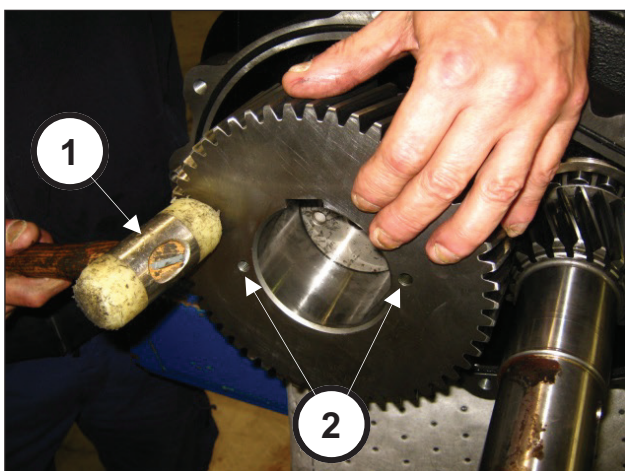

Fig. 67
Inserire la corona sull'albero (pos. ①, Fig. 66) e portare a battuta mediante l'utilizzo di una massa battente (pos. ①, Fig. 67).
**La corona deve essere montata assicurandosi che i due fori M8 (da utilizzarsi per l'estrazione) risultino rivolti verso l'esterno della pompa (pos. ②, Fig. 67).**